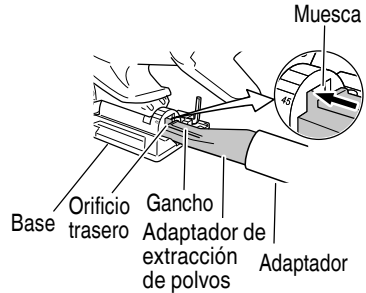

Fig. 36
- (6) Inserte el adaptador de extracción de polvos en el orificio trasero de la base hasta que el gancho encaje en la muesca. (Fig. 36)
- (7) Presione el gancho para desmontar el adaptador de extracción de polvos.